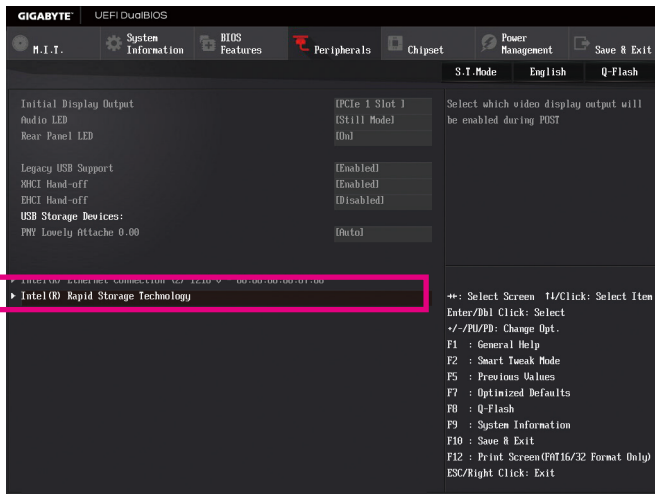

图3
重开机后，请再次进入BIOS在BIOS程序设置画面，再进入「Peripherals\Intel(R) Rapid Storage Technology」子选单(图3)。